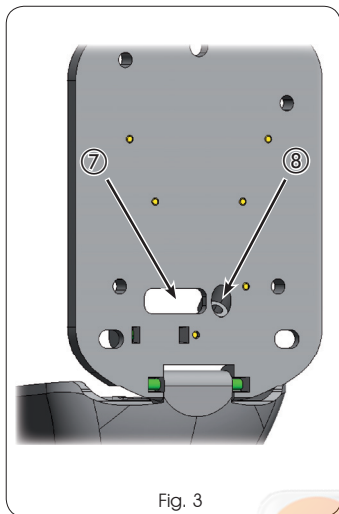

Fig. 3
2. In Fig. 3 è mostrato il retro del dispositivo evidenziando l'asola per il passaggio dei cavi elettrici (rif. 7) e l'alloggiamento per il cavo di trazione per lo sbocco manuale (rif. 8);
- Fig.3 shows the rear of the device, indicating the slot for routing the electric cables ( ref. ⑦ ) and the housing of the traction cable for manual release ( ref. ⑧ );